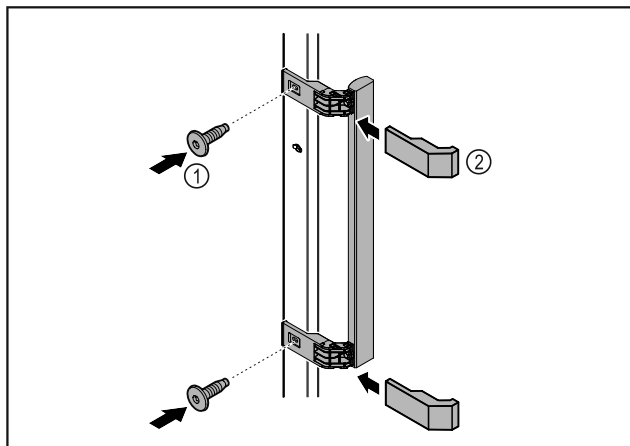

Fig. 6
- ▶ Plasser håndtaket som fulgte med, på døren med de vedlagte skruene Fig. 6 (1).
- ▶ Sett på dekselet Fig. 6 (2).